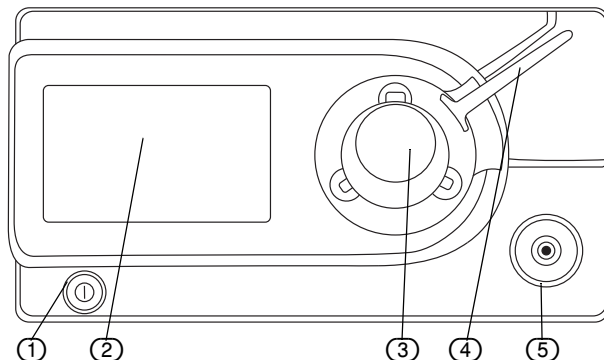

Abb. 5-1 Vorderseite des Gerätes
4. Drücken Sie die **EIN/AUS**-Schalter (siehe Abb. 5-1 "Vorderseite des Gerätes"). Das Gerät führt jetzt eine Initialisierung und einen Selbsttest durch. Die Startanzeige und ein Balken, der den Fortschritt des Selbsttests darstellt, erscheinen auf der Anzeige.
Für die **Standard Insufflation** wird ein herkömmliches Schlauchset an der Vorderseite des Geräts angeschlossen (siehe Abb. 5-1 "Vorderseite des Gerätes", Seite 15 (5)). Die Schlauchsets für die Modi **Smoke Evacuation** und **AirSeal** werden an die Filterbuchse an der Vorderseite des Geräts angeschlossen (siehe Abb. 5-1 "Vorderseite des Gerätes", Seite 15 (3)).